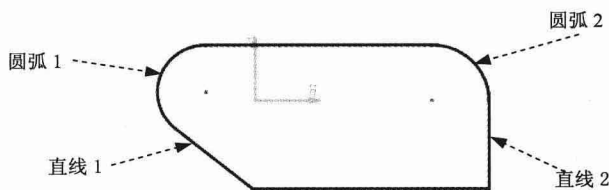

图 1.3 添加相切约束
Step3. 添加图 1.3 所示的直线 1 和圆弧 1 的相切约束, 直线 2 和圆弧 2 的相切约束。